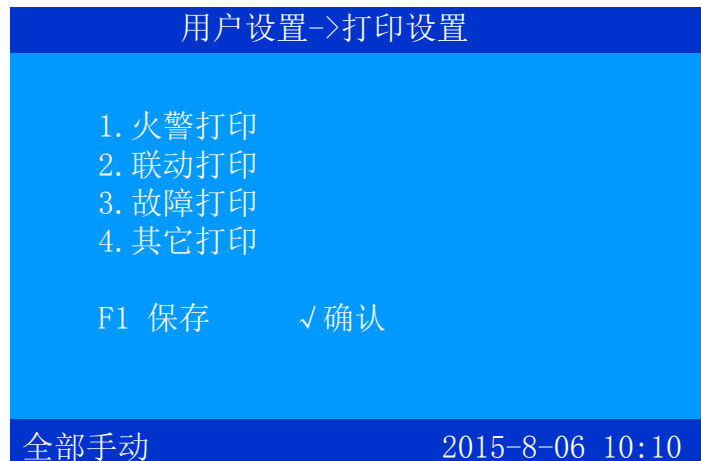

图 4-30
按下数字 2 键或光标移至 2 后按回车键, 可进入打印设置界面(图 4-30)。进入本界面后, 在打印设置中有①火警②联动③故障④其它。打了“√”表示要打印, 按“▲”、“▼”键移动, 按“确认”键选上。选完后按 F1 键保存。